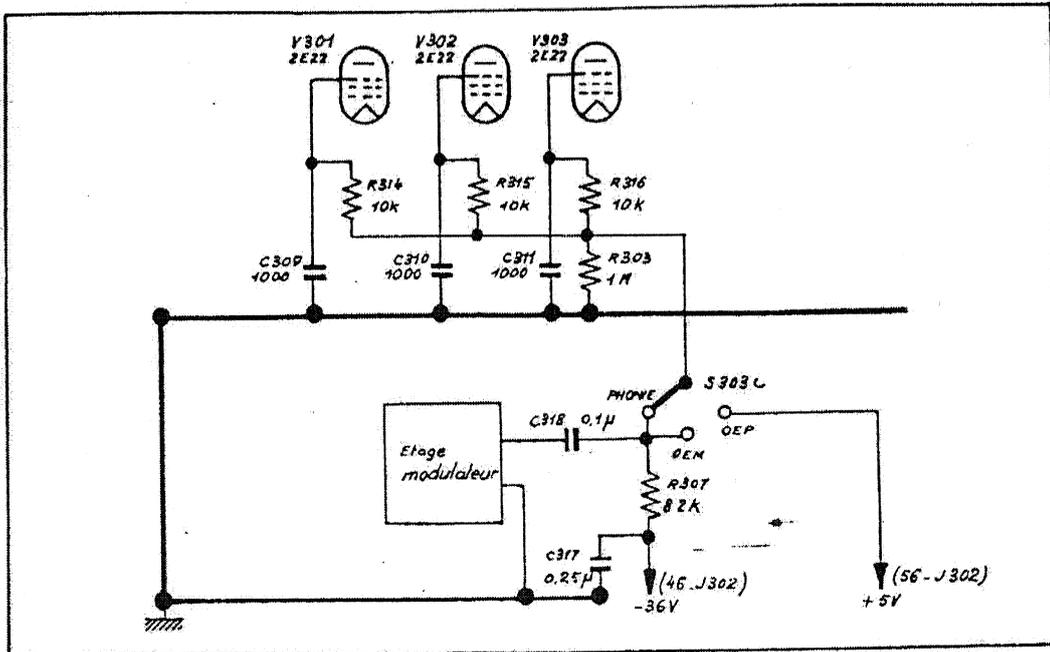

Fig. 3 - Circuit des grilles d'arrêt.
- Fig. 3 Circuit des grilles d'arrêt
Fig. 3 et 4